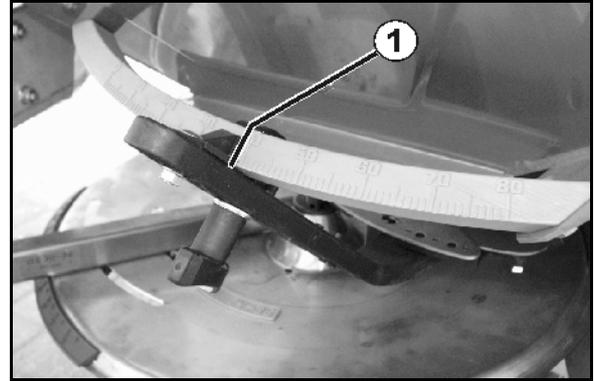

Рис. 41
10.  ,  Нажимайте кнопку, пока считывающая кромка (Рис. 41/1) левой дозирующей заслонки не будет указывать на необходимое положение заслонки.